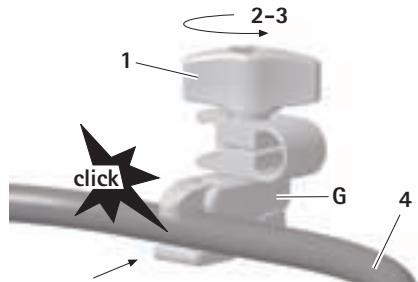

Abb. 6
- Befestigungsklemme G an gewünschter Position auf den Rahmen 4 (BV814R/BV815R) aufklicken, siehe Abb. 6.